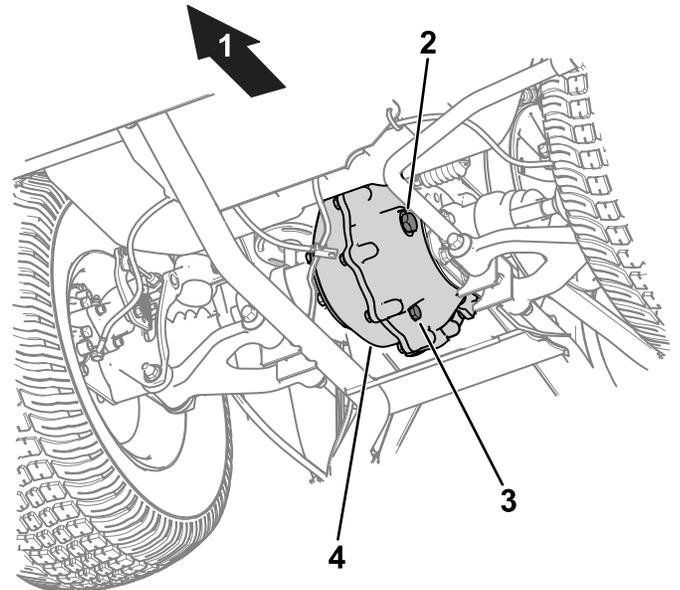

Figura 48
1. Retire el tapón de llenado del transeje (Figura 48).
2. Si el nivel de fluido es bajo, retire el tapón de llenado y añada fluido del tipo especificado hasta que salga del orificio (Figura 48).
1. Coloque un recipiente debajo del tapón de vaciado (Figura 48).
2. Retire el tapón de llenado (Figura 48).
3. Retire el tapón de vaciado y deje que el fluido se drene completamente (Figura 48).